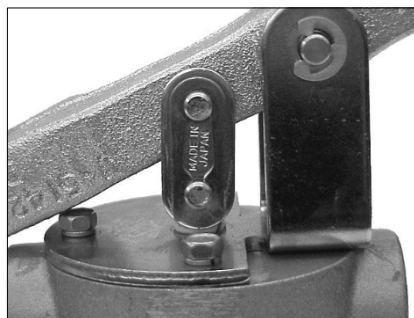

Figure 17a
3. Placez la vanne sur une surface plane, le piston de la vanne tourné vers le bas (Figure 17a).